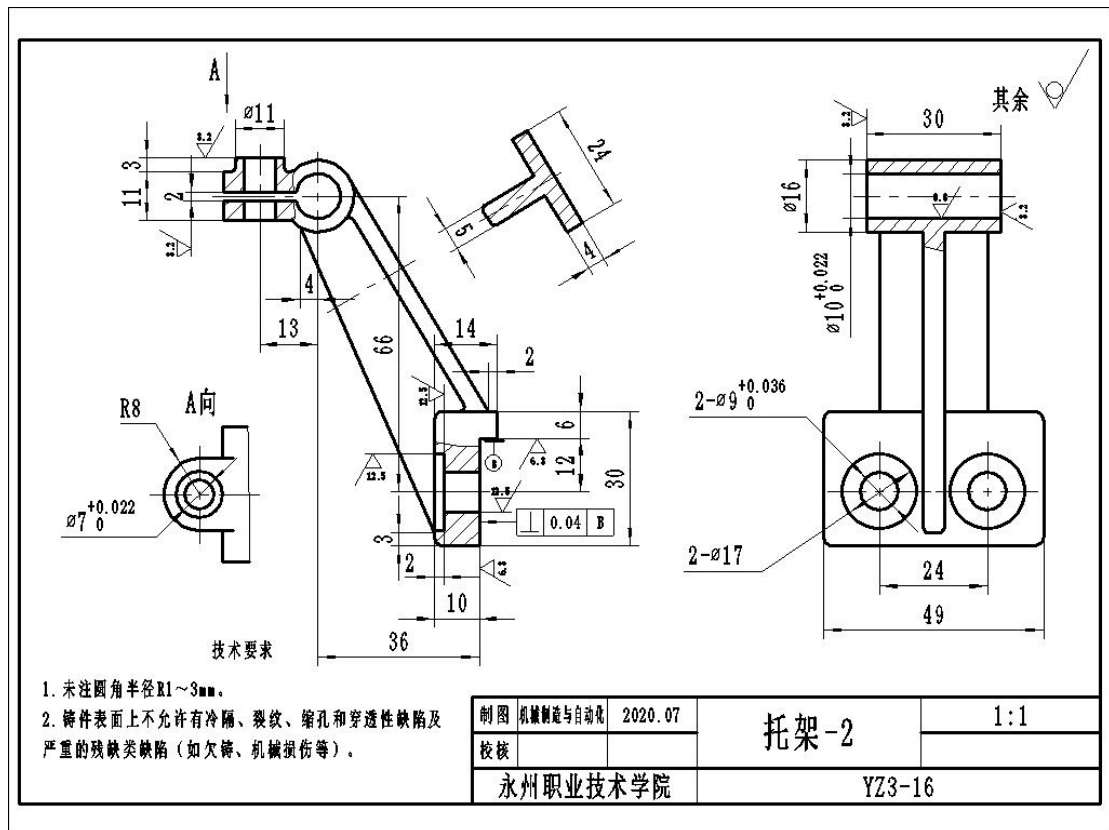

图 3-16 托架-2 零件图
**任务 1：**识读托架-2 零件图（如图 3-16 所示），根据零件图要求，利用三维设计软件正确绘制草图，选择合适的特征建模方法完成零件三维造型；